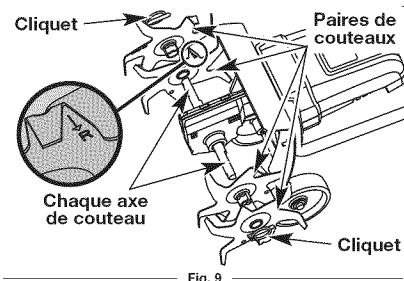

Fig. 9
2. Retirez le cliquet situé à l'extrémité de chaque axe de couteau (Fig. 9).